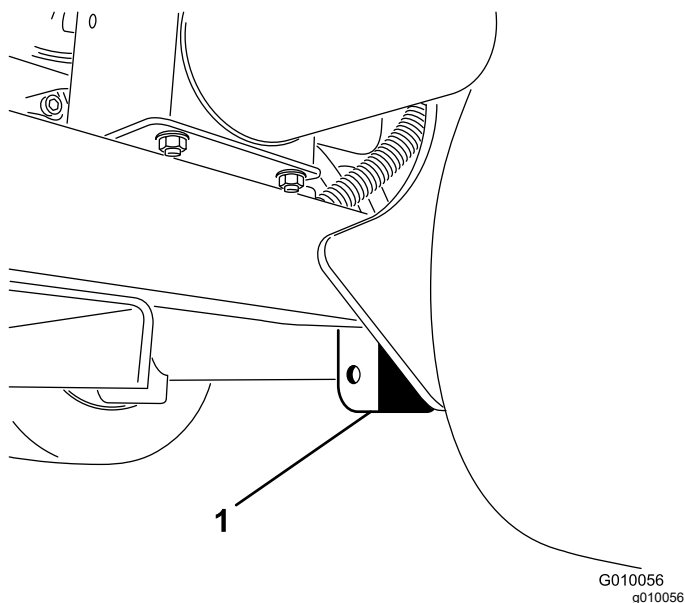

Figura 38
3. Aezai cricul în siguranță sub placa cadrului, în interiorul roii spate (Figura 38).